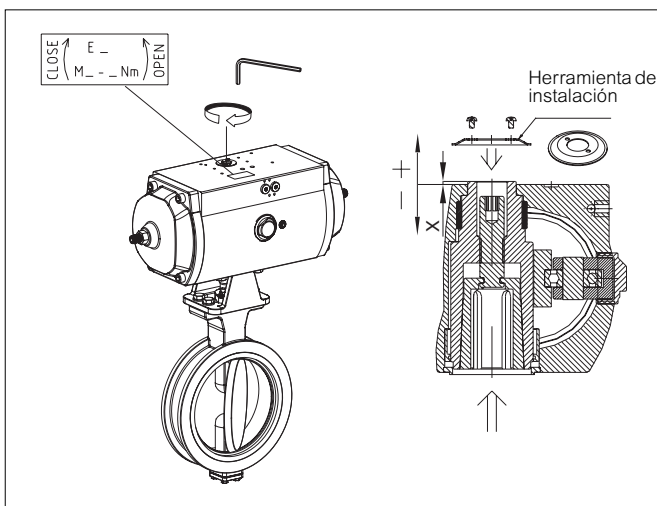

Fig. 22. Apriete del cojinete de cono
- La construcción del actuador permite el movimiento axial del eje motor. Antes de apretar el tornillo, compruebe que el eje motor está en la posición superior de su movimiento axial, que es su posición normal (la posición de montaje se muestra en la Fig. 22). La comprobación es importante, puesto que el eje del actuador cae ligeramente cuando se aprieta el tornillo. El movimiento axial del eje motor se puede observar y medir antes del montaje en una válvula. El eje motor del actuador está en la posición superior cuando su superficie superior se ajusta a la Tabla 6 (ver Fig. 22).